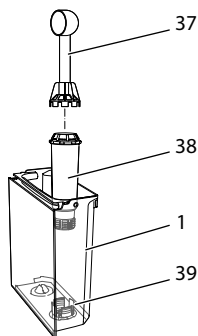

Fig. 18: Vissage/dévisage du filtre à eau
- Retirer le filtre à eau (voir Fig. 18).